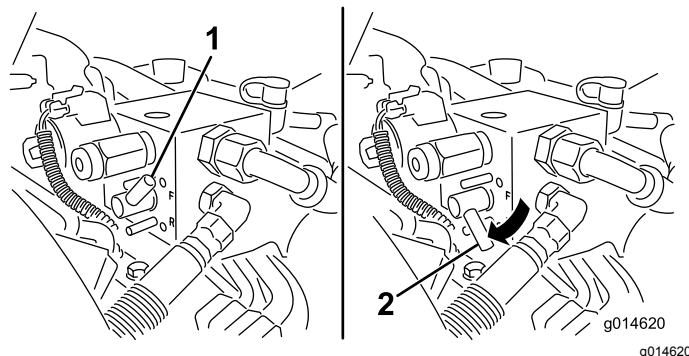

Figura 49
- Rode a alavanca de retificação para a posição PARA TRÁS (R) (Figura 49).